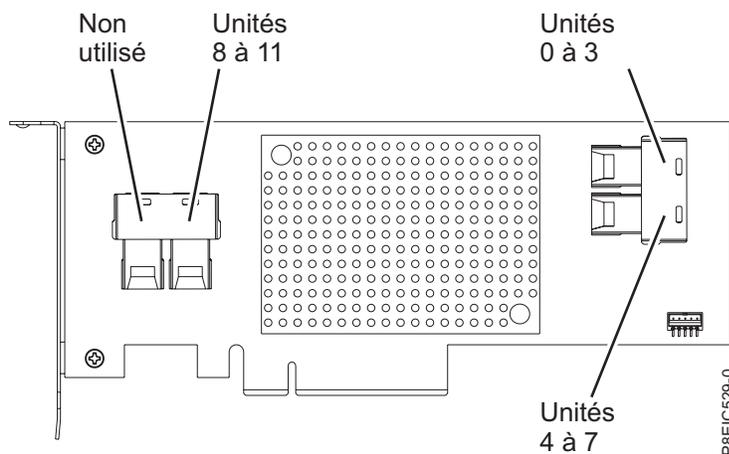

Figure 50. Câblage de la carte PCIe Gen3 SAS/SATA RAID (FC EC3S)
- c. Connectez les cordons d'interface de l'unité de disque à la carte PCIe Gen3 SAS/SATA RAID (FC EC3S) avant d'installer la carte. Voir figure 50.